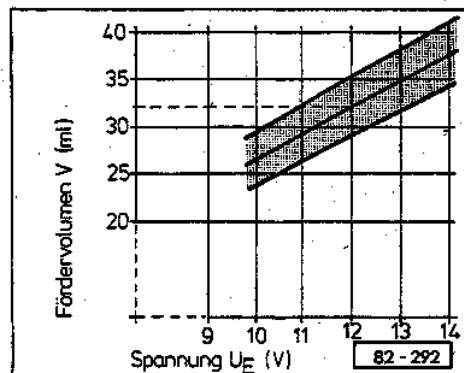

Abb. 20 Förderleistung der Dosierpumpe – V 54 bei Benzinzusatzheizung prüfen
- Zur Auswertung die ermittelten Daten in das entsprechende Diagramm – Abb. 20 bzw. 21 – übertragen.